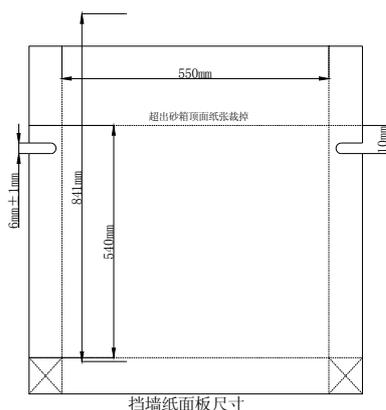

图4 挡墙纸面板
- ① 纸面板：纸面板采用 1#绘图纸，150g/m²，裁剪尺寸与要求如图 4 所示。
所有加筋纸条粘贴完后，应按图 4 尺寸要求将纸面板正确折叠和裁剪并安装于砂箱的活动挡板内，高出砂箱尺寸的部分要求裁掉，误差控制在 5mm 以内，须由裁判检查合格。